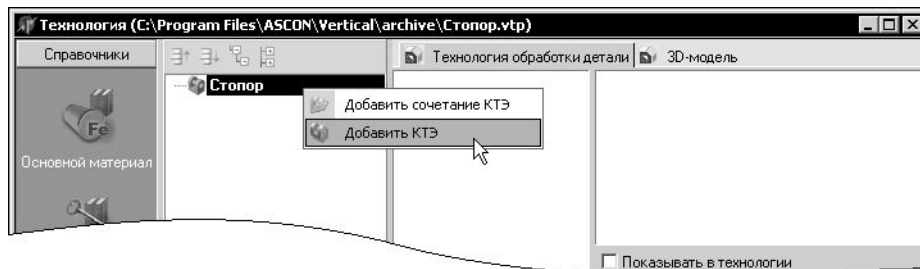

Рис. 9.19. Добавление КТЭ в дерево
2. Щелчком правой кнопки мыши откройте контекстное меню и выберите пункт **Добавить КТЭ** (рис. 9.19).